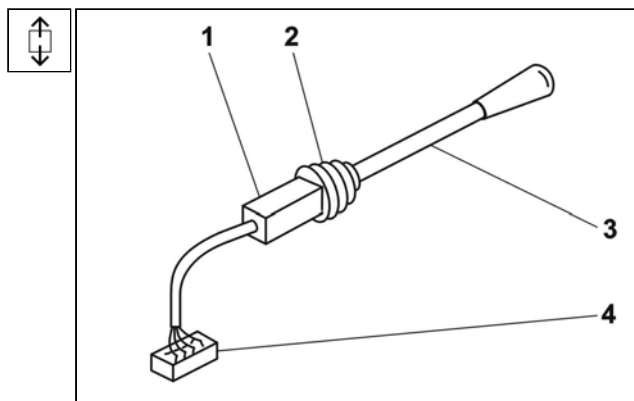

Рис. 15.62 Выключатель моторного тормоза - снятие
7. Отсоединить коннектор 4 (Смт. Рис. 15.62) передачи к выключателю моторного тормоза.